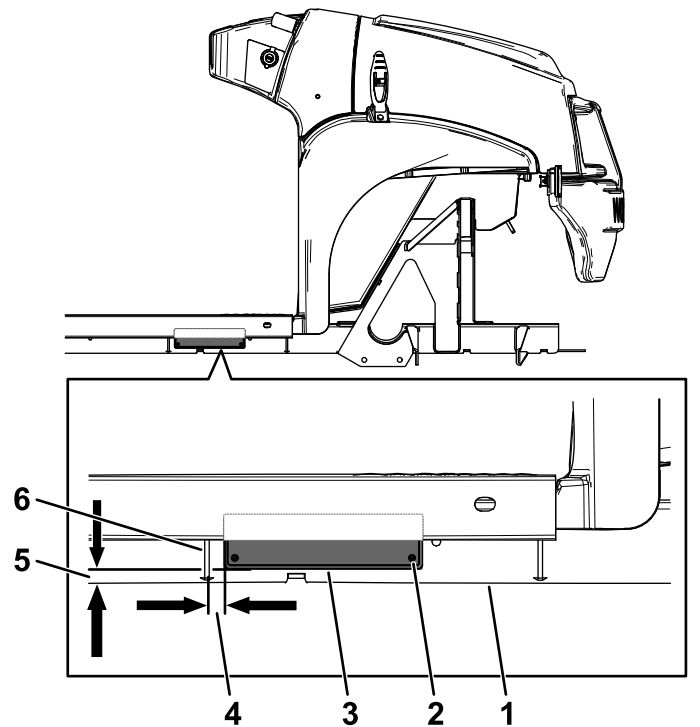

Figura 6
1. Instale la placa del número de serie usando 4 remaches ciegos (3 x 10 mm) en la posición indicada en la Figura 6.